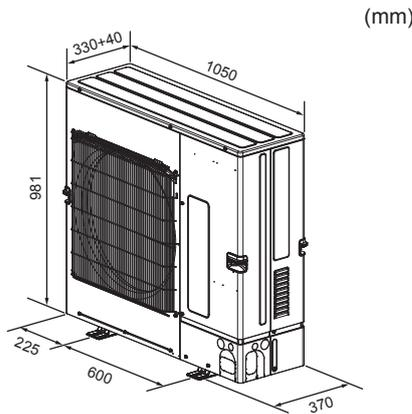

Fig. 2-3
2.3. Εξωτερικές διαστάσεις (Εξωτερική μονάδα) (Fig. 2-3)